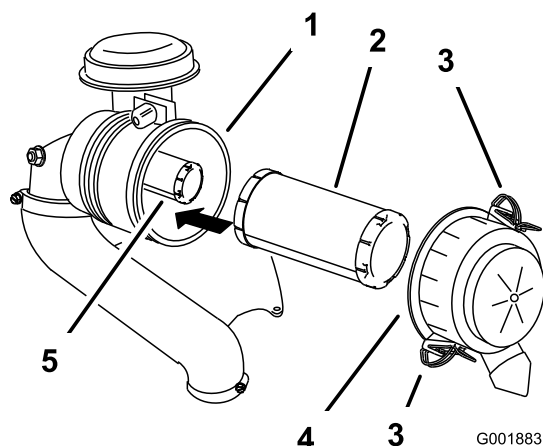

Figura 44
3. Abra los cierres del limpiador de aire y tire de la tapa del limpiador de aire para separarla del cuerpo del limpiador de aire (Figura 44).
5. Extraiga con cuidado el filtro primario del cuerpo del limpiador de aire (Figura 44).
2. Si va a cambiar el filtro de seguridad, deslícelo cuidadosamente en el cuerpo del filtro (Figura 44).
3. Deslice cuidadosamente el filtro primario por encima del filtro de seguridad (Figura 44).
4. Instale la tapa del limpiador de aire con el lado que lleva la palabra **up** hacia arriba, y fije los cierres (Figura 44).